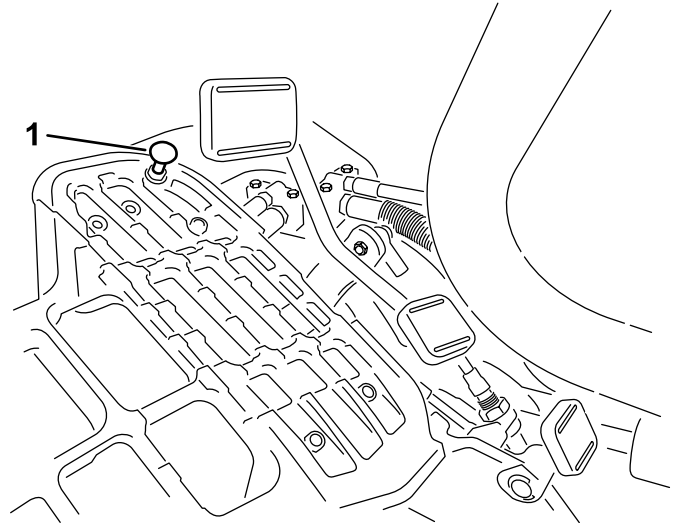

Bild 44
Stellen Sie den Funktionsschalthebel in die TRANSPORT-Stellung und treten Sie auf das Fahrpedal, um die maximale Transportgeschwindigkeit zu erreichen. Wenn das Pedal den Anschlag erreicht (Bild 44), bevor das Kabel gespannt ist, führen Sie folgende Einstellungsschritte aus:
1. Stellen Sie den Funktionsschalthebel in die TRANSPORT-Stellung lösen Sie die Sicherungsmutter, mit der der Pedalanschlag an der Bodenplatte befestigt ist (Bild 44).